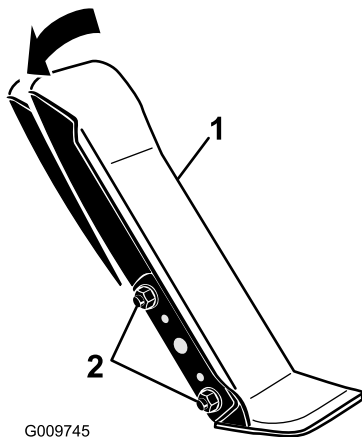

Рисунок 72
1. Отпустите две гайки и болты крепления левой стороны педали к кронштейну (Рисунок 72).
2. Поверните педаль под требуемым рабочим углом и затяните гайки (Рисунок 72).